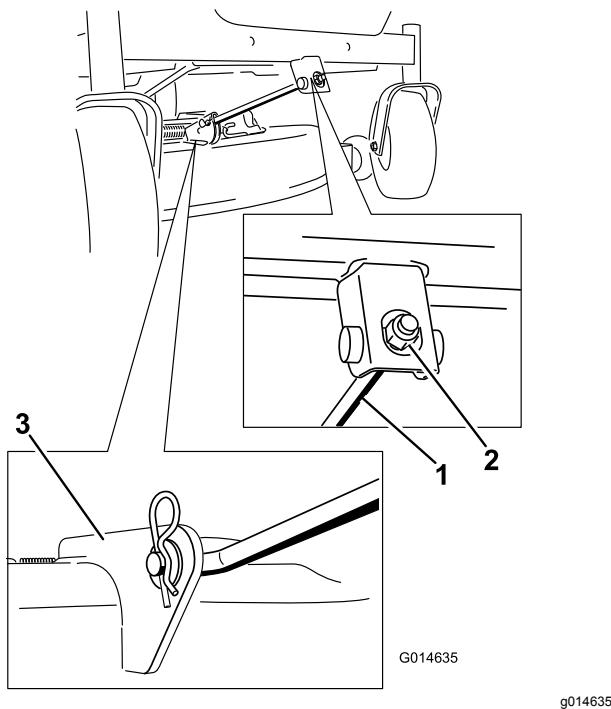

Figure 74
5. Retirez la goupille fendue de la tige de support avant et déposez la tige du support de plateau (Figure 74).
6. Fixez la tige de support avant au plateau de coupe à l'aide de l'axe de chape et de la goupille fendue (Figure 74).